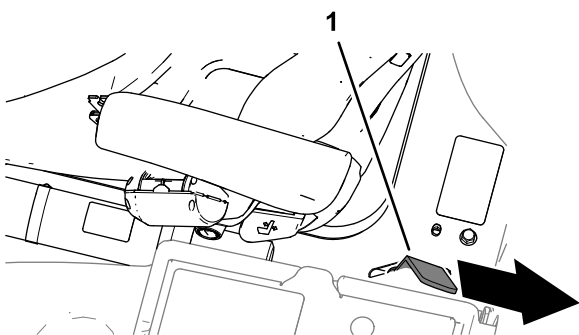

**Figura 45**
2. Quando la pedana si è abbassata quasi completamente, spostate la maniglia di fermo della pedana (Figura 45) verso la parte anteriore della macchina.